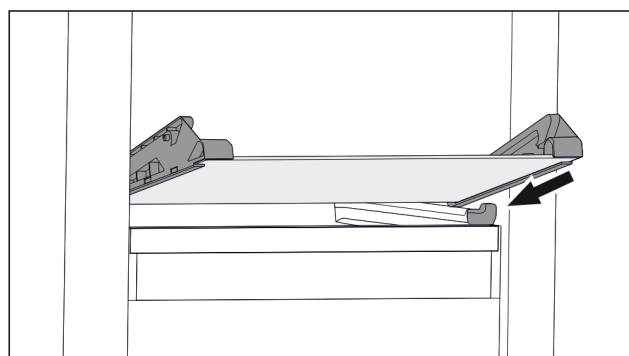

Fig. 62 Ripiano in vetro del cassetto ribaltabile
- ▶ Applicare il ripiano in vetro obliquamente dietro i fermi. (vedere Fig. 62)